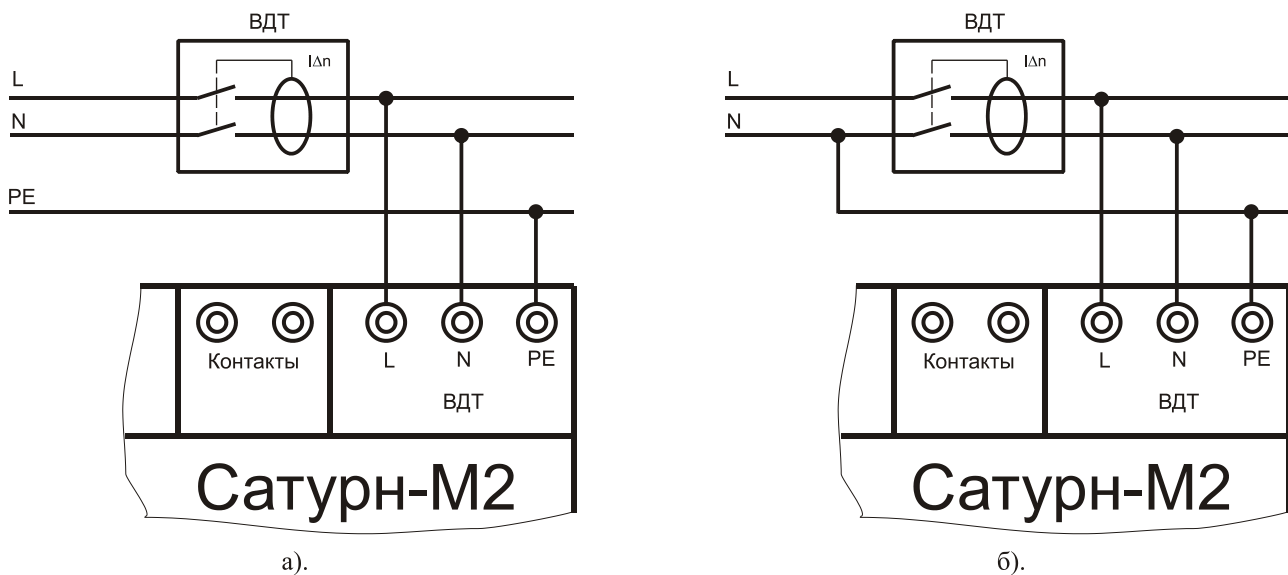

Рисунок 5 – Схемы подключения устройства «Сатурн-М2» при проверке ВДТ
Для проверки ВДТ необходимо собрать схему, показанную на рис. 5: а) при наличии линии защитного заземления РЕ, б) при ее отсутствии.
8.5.1.4 При попытке запуска режима при разомкнутых полюсах проверяемого автомата (см. рис.5), режим не запускается, а на индикатор выводится сообщение об отсутствии напряжения на клеммах «L» и «N» – «Отсутствует Uвх».
8.5.1.7 Если клемма «РЕ» не подключена к линии защитного заземление (см. рис. 5), то режим не запускается, а на индикатор выводится сообщение «Отсутствует РЕ».